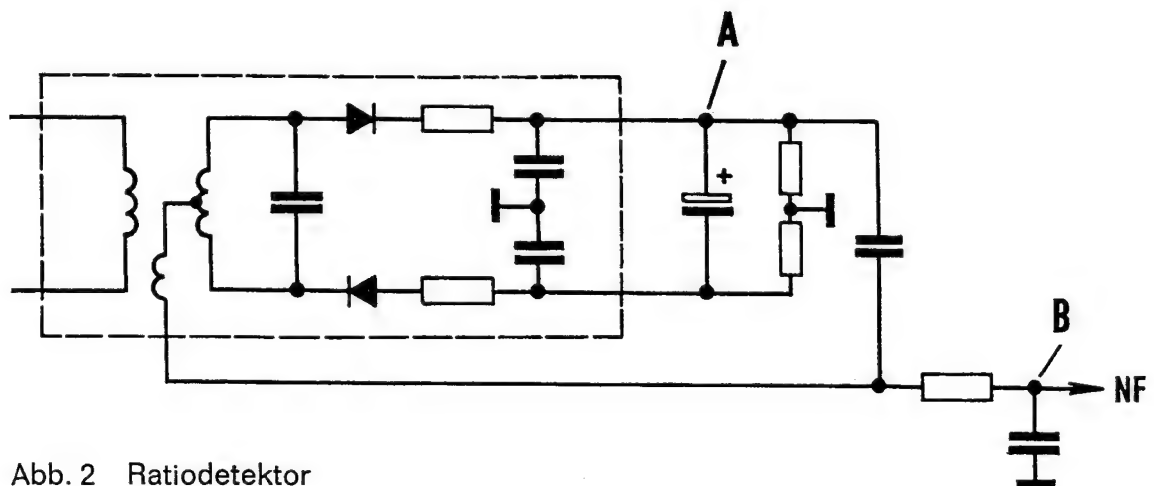

Abb. 2 Ratiodetektor
Über einen Entkopplungswiderstand von 200 k Ω ist das Signal auf den Y-Eingang des Oszillographen (z. B. GRUNDIG G 3/13) auszukoppeln, bei FM am Punkt B der Abbildung 2, bei AM vor dem Klangregelnetzwerk.
Über einen 200-k Ω -Entkopplungswiderstand ist ein Gleichspannungsröhrevoltmeter (z. B. GRUNDIG RV 20, UV 4) entsprechend Abb. 2 an Punkt A des Ratiodetektors anzuschließen. Die HF-Ausgangsspannung ist so weit zu erhöhen, bis sich der angezeigte Wert trotz weiterer HF-Spannungserhöhung nur mehr unwesentlich ändert. Der Begrenzungseinsatz kann an der Stellung der geeichten Spannungsteiler ⑫ ⑬ ermittelt werden.
Um den Sekundärkreis des Ratiofilters auf größtmögliche Linearität und Symmetrie abzugleichen, wird die HF-Ausgangsspannung zweckmäßigerweise durch die Abgleichöffnung im UKW-Aggregat mittels eines Drahtstückes eingekoppelt und für das Sichtgerät eine Spannung über einen 200- Ω -Entkopplungswiderstand hinter dem NF-Ausgang des Diskriminators, z. B. an der Deemphasis (Abb. 2, Punkt B), abgenommen. Dabei wird bei Geräten ohne AM-Unterdrückungstrimmer der Sekundärkreis bei großem HF-Signal auf größte Linearität und Symmetrie innerhalb des 75-kHz-Hubes abgeglichen. Bei Geräten mit AM-Unterdrückungstrimmer wird der Trimmer bei maximalem HF-Signal auf maximale AM-Unterdrückung eingestellt, dann der Sekundärkreis bei geringer HF-Spannung auf größtmögliche Linearität und Symmetrie nachgetrimmt.